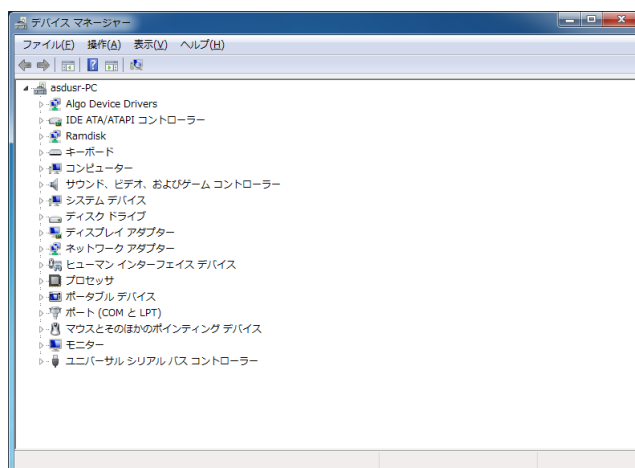

図 3-3-16-1. デバイス マネージャー
- ① スタートメニューから[コントロール パネル]を選択します。
- ② [コントロール パネル]が開きます。[システム]を実行します。
- ③ ダイアログが開きます。[デバイス マネージャー]を選択します。
- ④ [デバイス マネージャー]が開きます。(図 3-3-16-1)